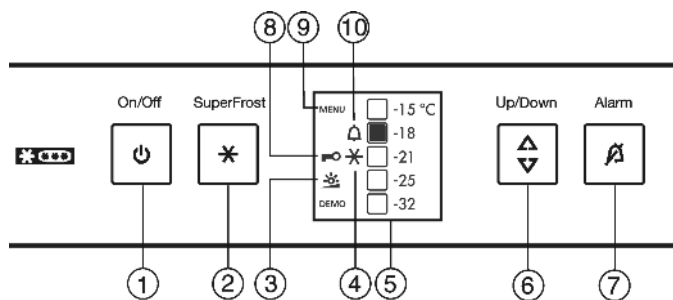

Fig. 3
- Symboli SuperFrost Fig. 3 (4) vilkkuu samanaikaisesti lämpötilanäytön kanssa.